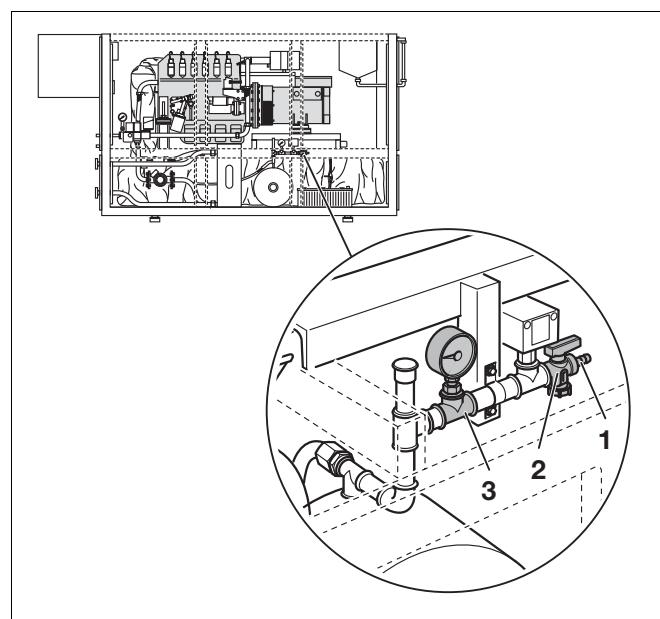

Рис. 13 Штуцер для наполнения охлаждающей жидкостью двигателя, с запорным краном и манометром (пример: Loganova E 0824 DN-40 и E 0826 DN-60)
- Надеть напорный шланг электронасоса или ручного насоса на штуцер для наполнения (рис. 13 и 14, **поз. 1**).
- Открыть запорный кран (рис. 13 и 14, **поз. 2**) и медленно заполнять систему охлаждающей жидкостью с давлением около 1 бар.
- Контролируйте давление наполнения по манометру (рис. 13 и 14, **поз. 3**!).
- Закрыть запорный кран (рис. 13, **поз. 1**) и снять напорный шланг.